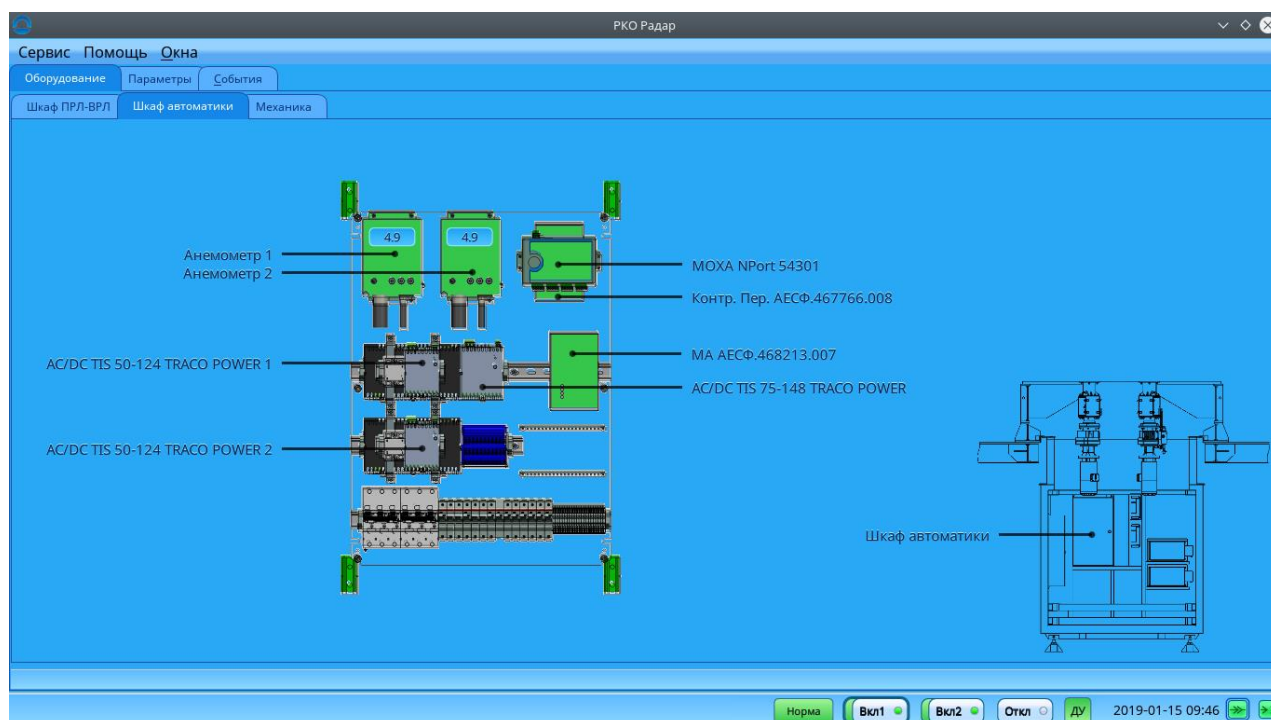

Рисунок 7. Вид вкладки "Шкаф автоматики"
4.2.1.4 Состояния устройств шкафа автоматики отображаются на вкладке «Шкаф автоматики» (рисунок 7).